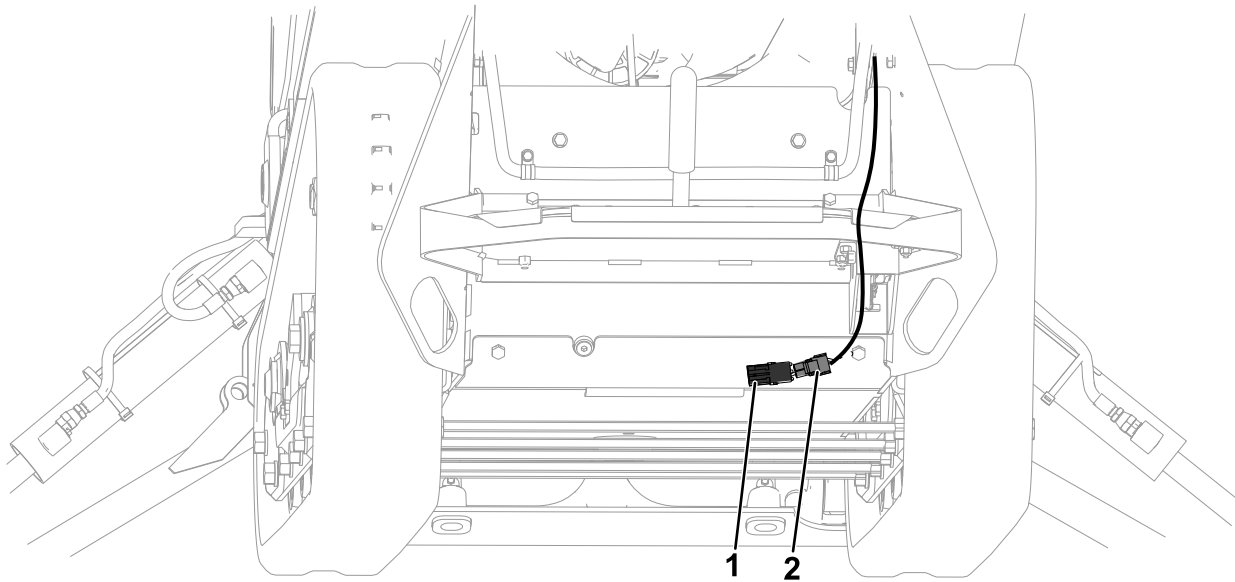

Bild 14
11. Verbinden Sie die restlichen beiden Stecker mit dem Anschluss des Feststellbremsschalter und der Feststellbremse des Hauptkabelbaums (**Bild 14**).